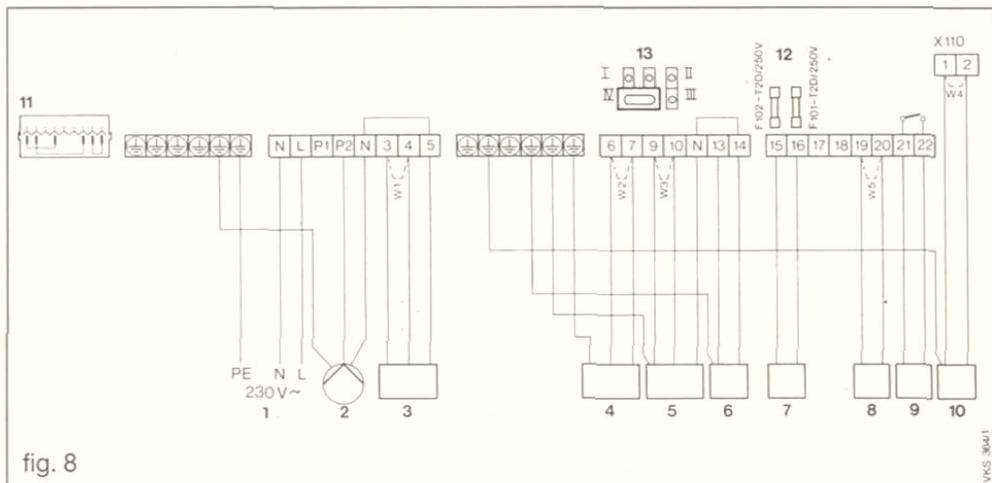
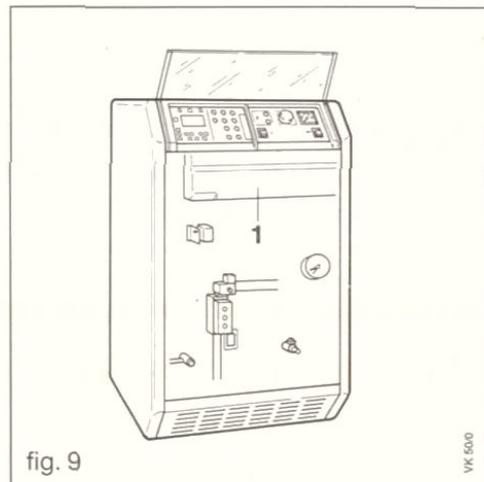

fig. 8
fig. 9
Flussostati, pressostati ed altri dispositivi esterni si devono collegare per mezzo di contatti a potenziale zero (privi di tensione). Per accedere alla morsetteria (fig. 9), dopo aver tolto il pannello anteriore, smontare il coperchio inferiore (1) svitando le viti di fissaggio e sfilandolo verso il basso. La linea di installazione di rete viene allacciata alla caldaia e, attraverso la morsetteria, alla pompa, secondo lo schema di cablaggio: il modo operativo può essere selezionato modificando il collegamento morsettieria della spina di commutazione (14 fig. 8).
Per cambiare il modo operativo della pompa di circolazione del riscaldamento occorre modificare la posizione della spina di commutazione nella morsettiera (fig. 8).